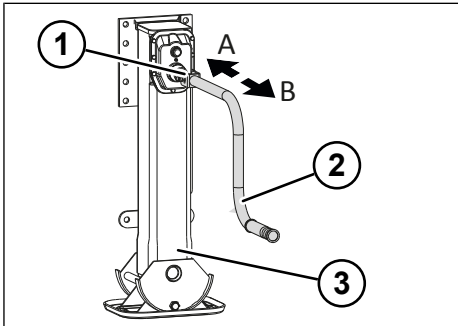

Abb. 5-3: Lastgang und Schnellgang der Stützwinde
- ▶ Schnellgang durch Herausziehen der Handkurbel einschalten (siehe "Abb. 5-3: Lastgang und Schnellgang der Stützwinde", S. 23).
- ▶ Lastgang durch Hineindrücken der Handkurbel einschalten (siehe "Abb. 5-3: Lastgang und Schnellgang der Stützwinde", S. 23).
- ▶ Lastgang durch Hineindrücken der Handkurbel einstellen (siehe "Abb. 5-3: Lastgang und Schnellgang der Stützwinde", S. 23).
- ▶ Schnellgang durch Herausziehen der Handkurbel einstellen (siehe "Abb. 5-3: Lastgang und Schnellgang der Stützwinde", S. 23).